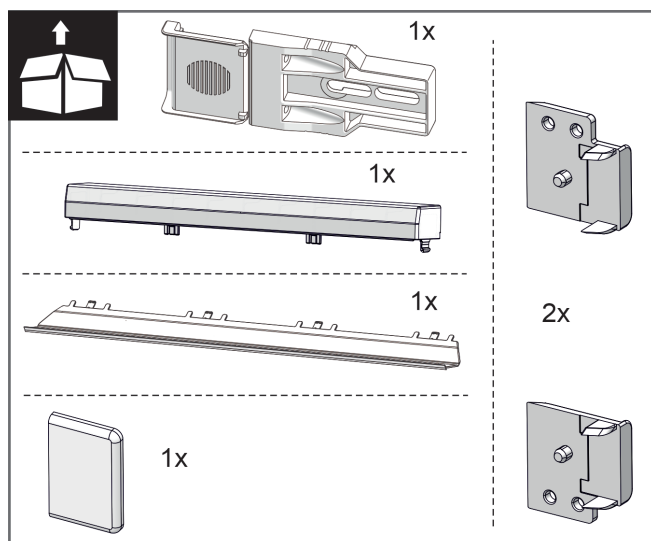
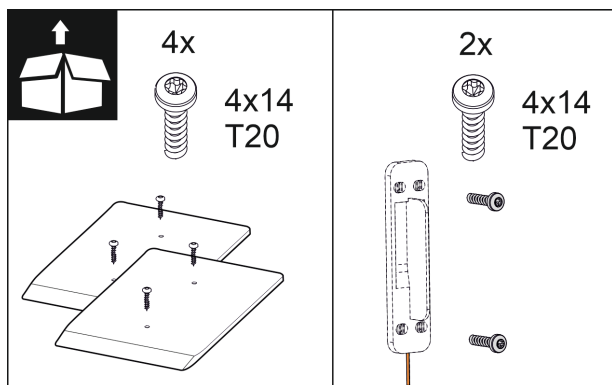

Fig. 10
Fig. 16
2. Kontrollera monteringsdelarna i tillbehörspaketet. Fig. 10 () till Fig. 16 ()
Monteringsdelar i tillbehörspaketet Fig. 10 () till Fig. 16 ()